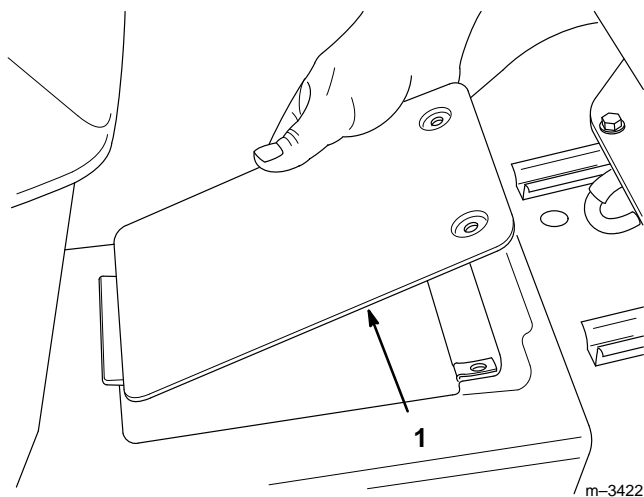

Figure 30
3. Dévisser les deux vis et soulever la trappe d'accès à l'arbre de transmission, sur le tunnel du tracteur, près du siège (Fig. 30).